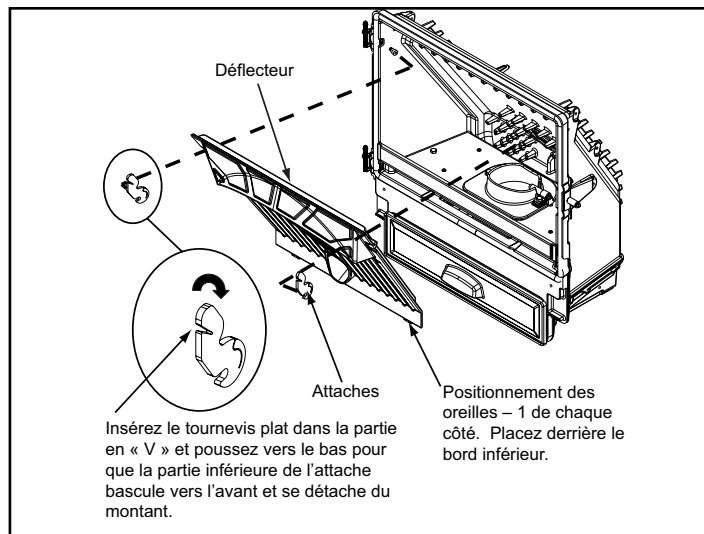

Figure 20.2
4. Enlevez le déflecteur en introduisant un tournevis plat dans la fente des attaches des angles supérieurs et faites tourner vers le bas. La partie inférieure de l'attache s'avance et se détache du montant. Soulevez le déflecteur, puis amenez-le vers vous. **Figure 20.2**